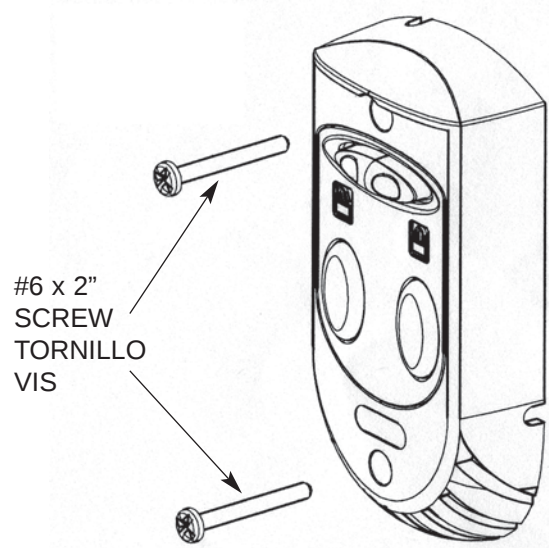

Fig. 5-3 Install Wall Console
4. Monter la commande murale (fig. 5-3).
4. Monte el control de pared (Fig. 5-3).
- Para la consola de pared, use dos (2) tornillos de cabeza troncocónica.
4. Mount Wall Console (Fig. 5-3).
- For Wall Console, use two (2) Pan Head Screws.